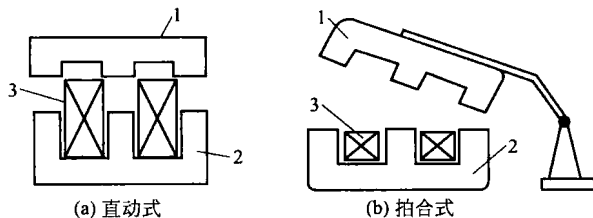

图 1-1 电磁机构
(2) 低压电器的电磁机构及执行机构
① 电磁机构。电磁机构的作用是将电磁能转换成为机械能并带动触点的闭合或断开,完成电路的通断控制作用。电磁机构由吸引线圈、铁芯和衔铁组成,如图 1-1 所示,其结构形式按衔铁的运动方式可分为直动式和拍合式。线圈通电产生磁通,衔铁在电磁吸力作用下产生机械位移与铁芯吸合。通入直流电的线圈称直流线圈,通入交流电的线圈称交流线圈。对于直流线圈,铁芯不发热,只是线圈发热,因此线圈